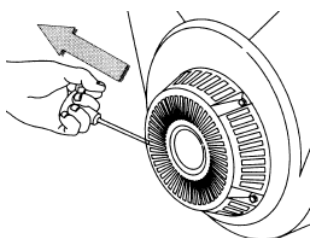

Рис. 3
- Придерживая генератор за ручку, резко с интенсивным усилием вытянуть трос стартера до упора (рис. 3), повторив действие несколько раз при необходимости. Если двигатель не запускается, следует изменить положение рычага воздушной заслонки, сдвигая его вправо тем больше, чем выше температура двигателя и окружающего воздуха.